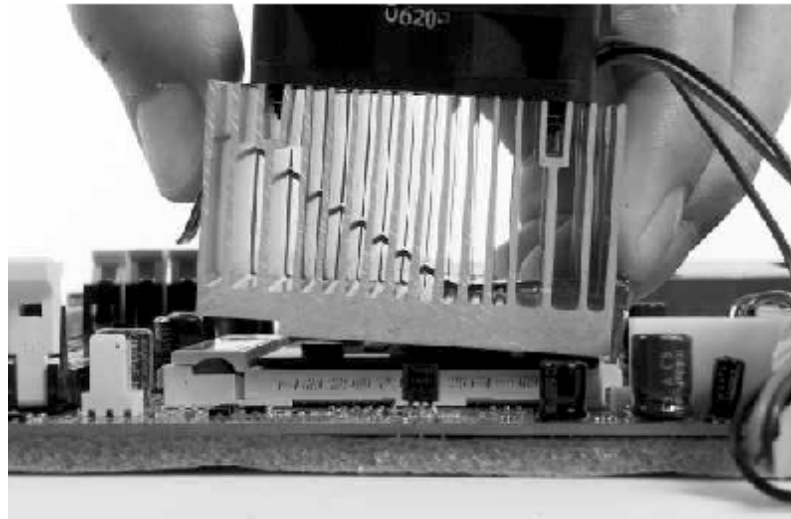

Abbildung 11: Seitenansicht des Kühlkörpers und Haltebügels auf einem Socket A AMD Prozessor
11. In Abbildung 11 sehen Sie eine Seitenansicht des Kühlkörpers mit dem Haltebügel an der Unterseite. Achten Sie darauf, daß sich der Haltebügel in dieser Stellung befindet, bevor Sie versuchen, den Kühlkörper aufzusetzen. Beachten Sie, daß der Bügel *nicht* symmetrisch ist. Das lange Ende greift oben am Sockel (an der Seite mit der Beschriftung "Socket 462") und das kurze Ende unten am Sockel ein. Der Haltebügel wird, unabhängig vom verwendeten Kühlkörper, immer auf die gleiche Weise angebracht.